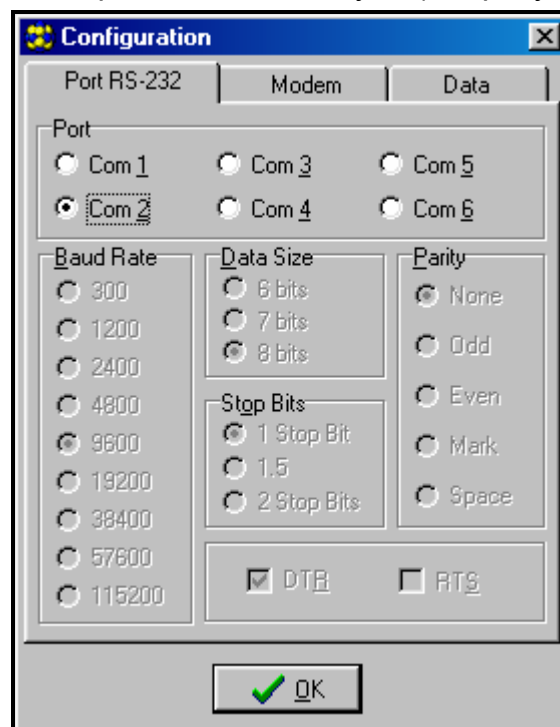

Рисунок 9.
2. Пройти к опциям конфигурации связи с модулем, щелкнув на пиктограмме  (или посредством меню **Соединение→Конфигурация**) и выбрать порт, через который компьютер соединяется с портом RS-232 модуля (см. рисунок 9).